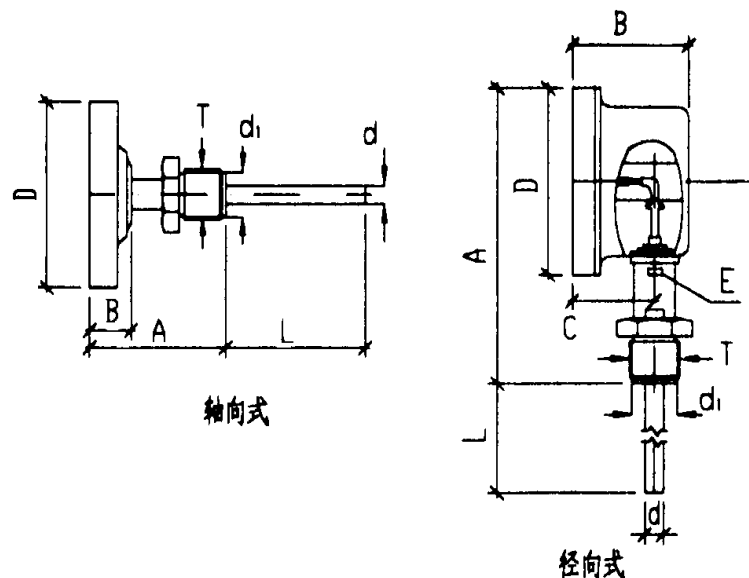

图2 双金属温度计外型图
2. **双金属温度计**: 双金属温度计WS、WSS, 电接点温度计为WSX、WSSX。温度测量极限范围, 最低极限温度为 $-60^{\circ}\text{C}$ , 最高极限温度为 $500^{\circ}\text{C}$ , 正常工作环境温度为 $-20^{\circ}\text{C}$ ~ $60^{\circ}\text{C}$ 。保护套管插入被测介质的深度为150~500/100~1500, 接头螺纹为M27x2、G1/2、G3/4、M16x1.5, 电接点温度计的接点功率为10VA, 最大工作电压为220V/380V, 最大工作电流为1A。双金属温度计的外型见图2。